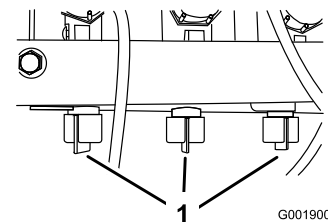

Figura 30
- Ajuste la válvula de retorno del brazo que cerró (Figura 30), situada debajo de la válvula de control de ese brazo, hasta que la presión marcada en el indicador sea la misma que en el paso 9.